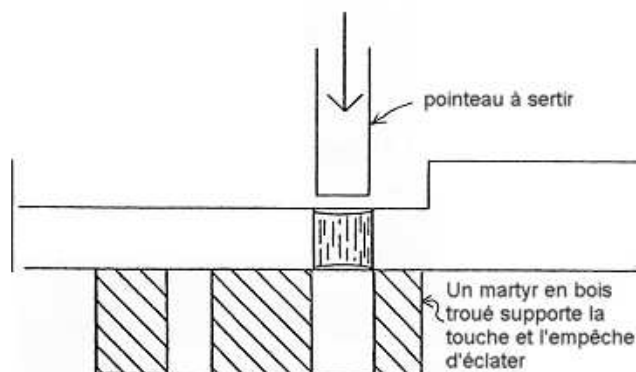

Figure 6 Retirer des plombs de touche
5. Trouvez et corrigez le problème sur toutes les notes ayant des valeurs de frottement anormales. Par exemple, en regardant les données de la figure 6, je corrigerais les notes 2, 4 et 7, parce que leur **F** est plus élevé que la moyenne. Je vérifierais aussi le pivot de marteau sur la note 5, car son **F** est inférieur à la moyenne. Ne cherchez pas à obtenir un frottement absolument uniforme d'une touche à l'autre. De légères différences dans la position des pilotes, l'angle des touches, la texture des peaux des rouleaux, etc. entraînent des différences de frottement entre les notes adjacentes que vous ne pouvez prendre en compte ; une tolérance de ± 1 gramme convient très bien.